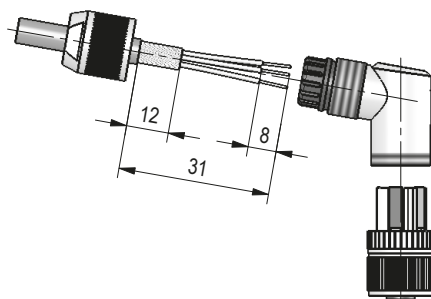

Abb. 2: Gegenstecker M12 gewinkelt
#### Montage (Abb. 2)
**Ändern der Winkelstellung (Abb. 2)**